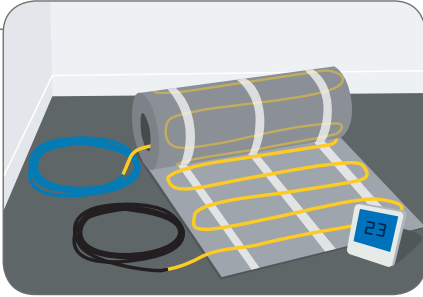
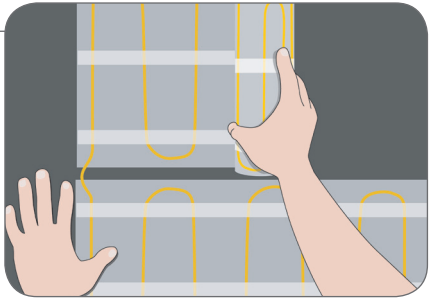

Fig. 2
Fig. 3
- В. План: Начертите план комнаты на миллиметровой бумаге (Рис. 2). Укажите всю встроенную мебель/шкафы и т.д., а также точку нахождения терморегулятора/источника питания. Нагревательный мат не устанавливается под закрепленными на полу предметами, например, шкафами, ванными, туалетами и т.д. Размер мата (м²) Veria Quickmat должен быть меньше доступного периметра пола. Поверхность пола без подогрева располагается вдоль стен. Начертите на плане мат Veria Quickmat (ширина: 48 см) с промежутком 2 см между линиями плана. Примечание. При изменении направления плана проводку под нагревательным кабелем можно разрезать соответствующим образом (Рис. 3).